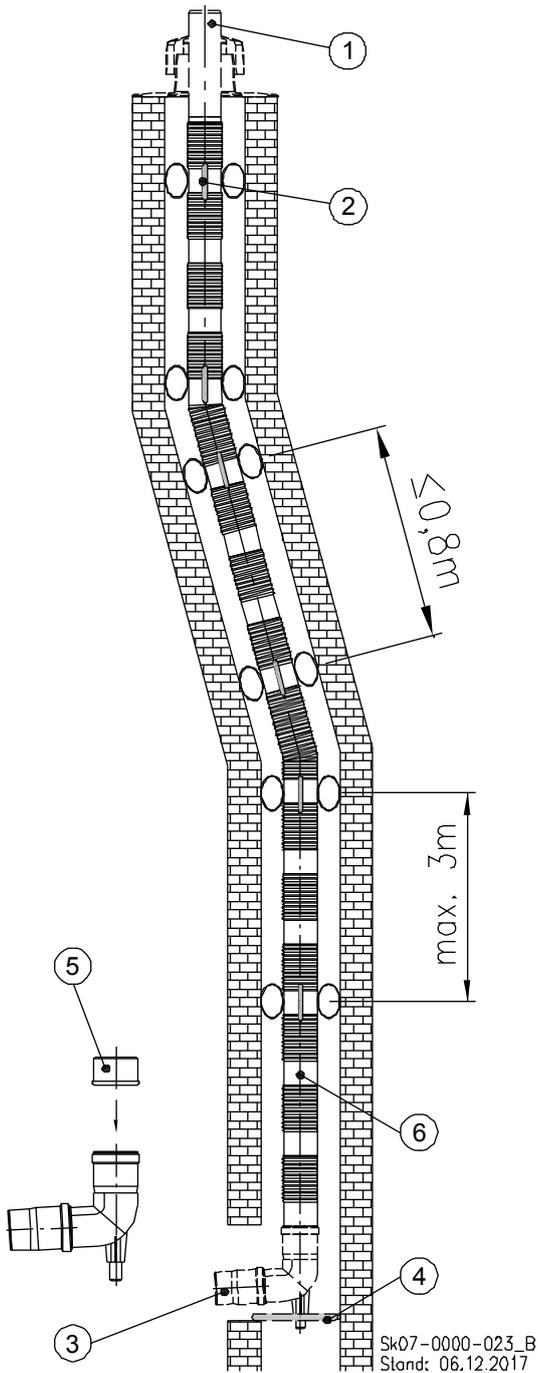
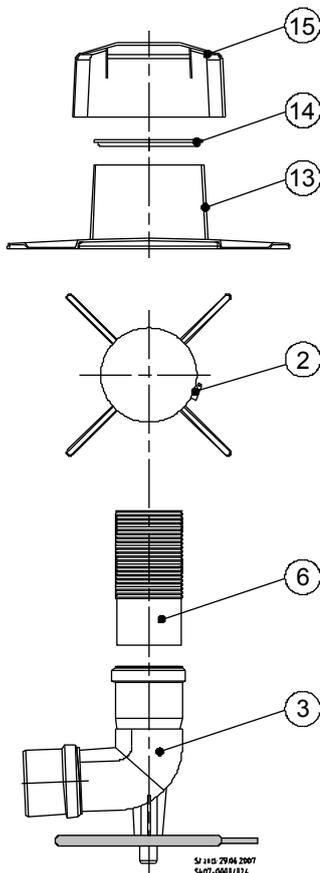

Abb. 38: Kaminsystem, flexibel
Abb. 40: Detail-Zeichnung Befestigung Schachtabdeckung
Legende zu Abb. 38:
- ➔ Säubern und entgraten Sie das Einsteckende des Abgasrohres ⑥ (s. Abb. 38).
- ➔ Reiben Sie das Einsteckende des Abgasrohres ⑥ mit säurefreiem Gleitmittel ein.
- ➔ Stecken Sie das sichtbare glatte Ende des Abgasrohres ⑥ in den auf dem Auflager sitzenden Stützbogen ③.
Legende zu Abb. 40:
②	Abstandhalter
③	Stützbogen mit Auflager
⑥	Flexibles Abgasrohr
⑬	Unterteil der Schachtabdeckung
⑭	Flexrohrklemme
⑮	Abdeckhaube
- ➔ Schieben Sie als erstes das Unterteil der Schachtabdeckung ⑬ (s. Abb. 40) über das Leitungsende Abgasrohr ① (s. Abb. 38).
- ➔ Spreizen Sie die Flexrohrklemme ⑭ auf.
- ➔ Schieben Sie die aufgespreizte Flexrohrklemme über das Leitungsende bis zum Unterteil der Schachtabdeckung ⑬.